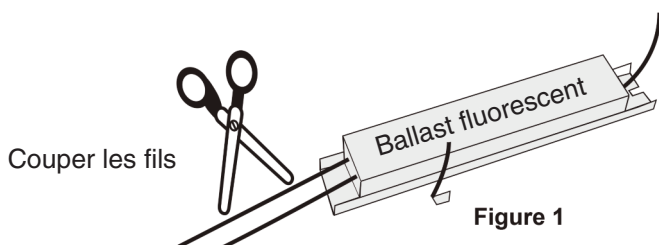

Figure 1
Étape 5: Couper les fils de phase et neutre au ballast, aussi que les autres fils au ballast (voir **Figure 1**).